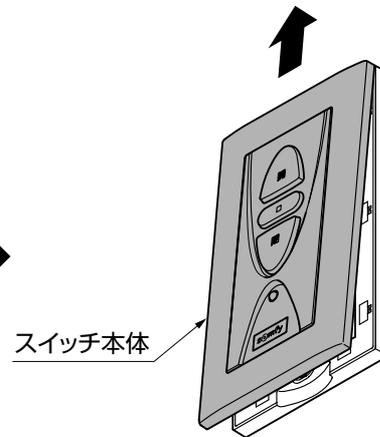

図10-2
- ③スイッチ本体が浮いたら上方方向に上げてください。スイッチ本体が外れます。(図10-2参照)